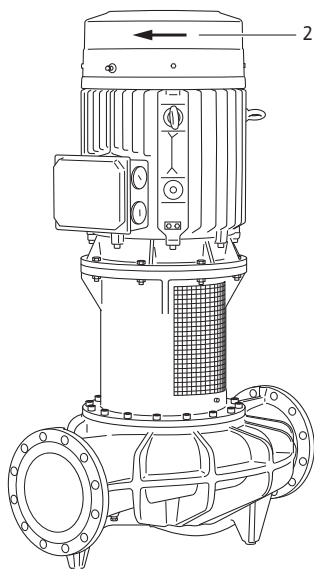

Fig. 47: Verificați sensul de rotație
- Prin pornirea de scurtă durată, verificați dacă sensul de rotație corespunde cu săgeata de pe capacul ventilatorului (vezi Fig. 47, poz. 2). În cazul unui sens de rotație incorect, procedați după cum urmează: